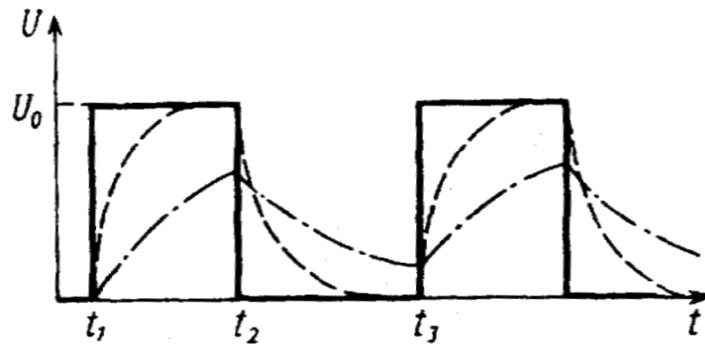

Рис.2
У момент часу  $t_1$  конденсатор починає заряджатися через опір  $R_2$ , напруга на його обкладках збільшується від нуля до  $U_0$  за експоненціальним законом (рис. 2):
За кривими зарядки і розрядки конденсатора можна спостерігати на екрані електронного осцилографа. Час релаксації процесу зарядки  $\tau_3 = R_2 C$ . Час релаксації процесу розрядки  $\tau_p = (R_1 + R_2) C$ . При збільшенні опору або ємності конденсатор може не встигнути повністю зарядитися за час  $t_2 - t_1$ , який дорівнює тривалості імпульсу, або повністю розрядитися за час  $t_3 - t_2$  (штрихпунктирна крива на рис. 2). Майже повної релаксації у цьому випадку можна домогтися змінюванням частоти проходження імпульсів (змінюючи частоту генератора) або шпаруватістю імпульсів.
1. Отримайте на екрані осцилографа стійку картину зарядки і розрядки конденсатора. У разі необхідності змініть частоту проходження імпульсів (змінюючи частоту звукового генератора), спостерігаючи за тим, щоб процеси зарядки та розрядки конденсатора були достатньо повними (рис. 2).